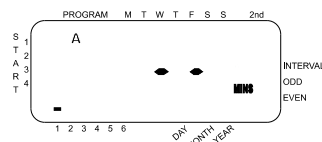

Ilustración 5: Pantalla LCD con hora de inicio
- Haga girar el dial a la posición Duración de estación ya sea en el program A o en el B. La pantalla mostrará el programa que usted haya seleccionado con una "A" o una "B" y los -- MINS y el cursor intermitente en la estación "1" [Vea la ilustración 5].